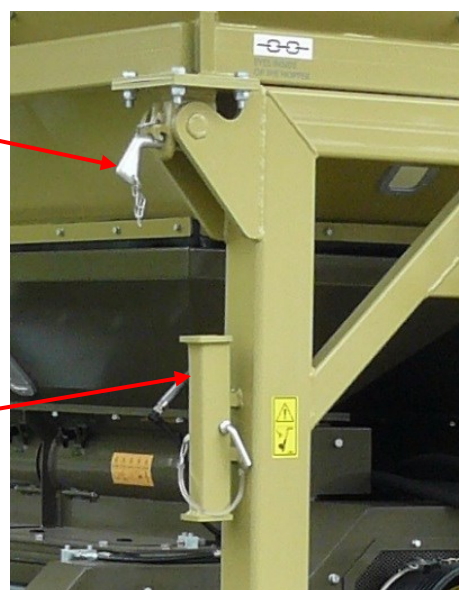
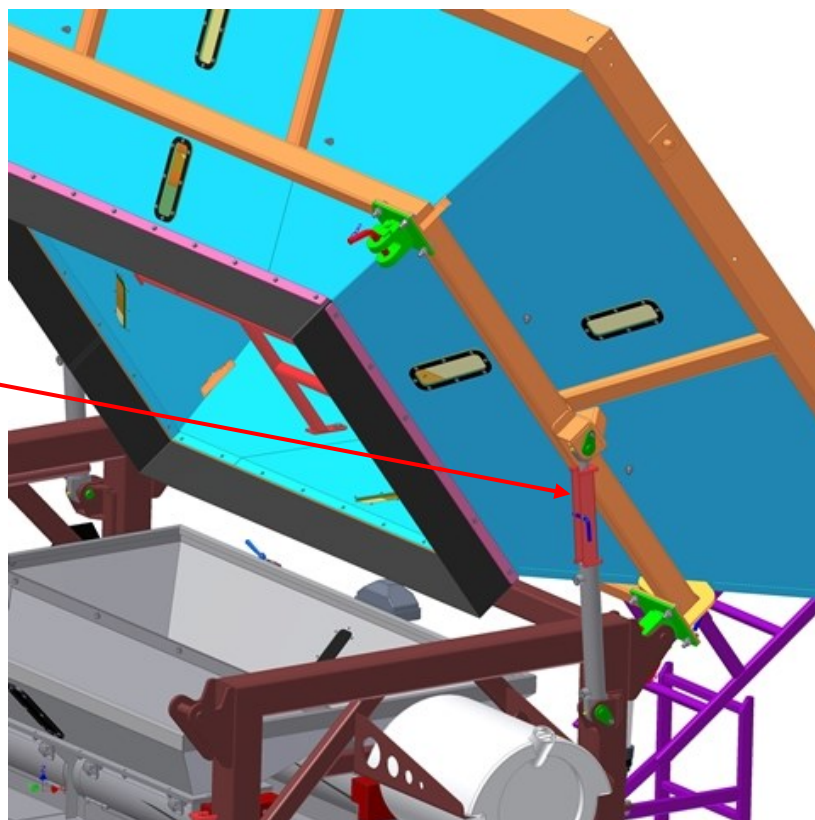
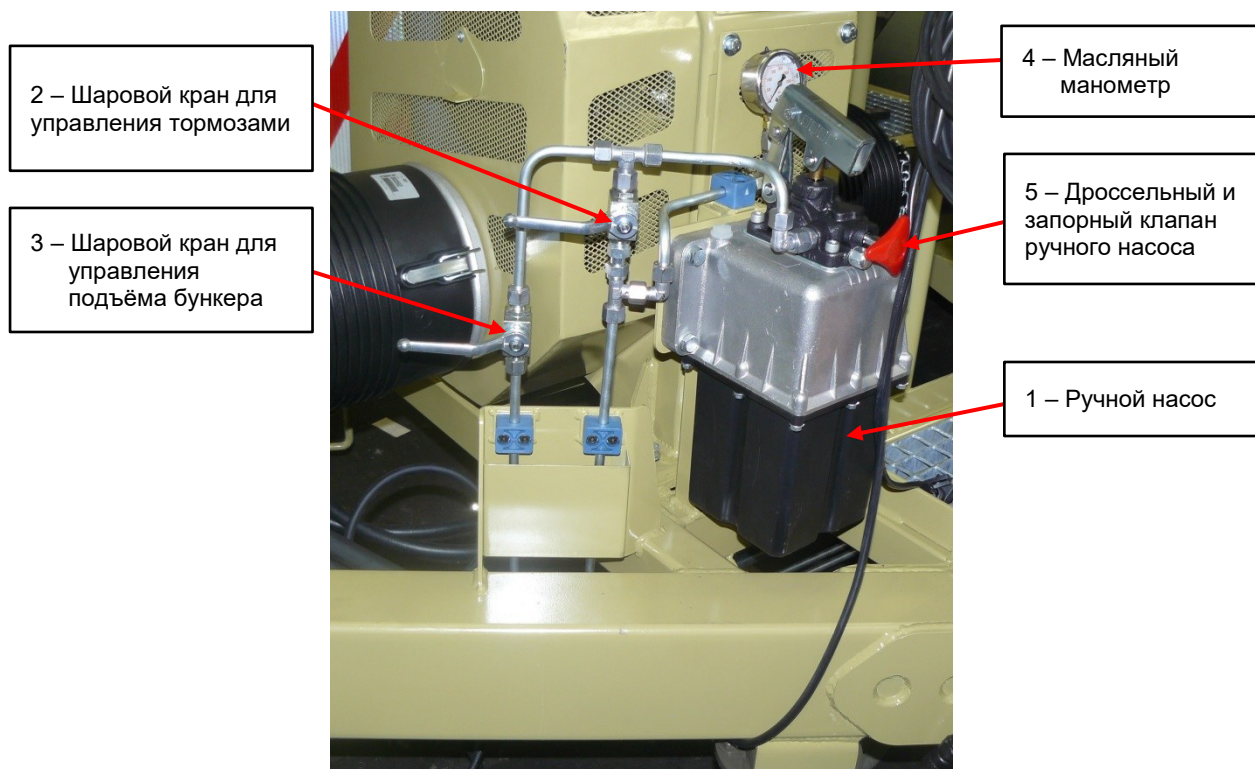

Рис. 12
Рис. 13
Рис. 17
Бункер установки может разгружаться на обе стороны с помощью гидравлических цилиндров, управляемых ручным насосом. Чтобы разблокировать бункер, необходимо извлечь два стопорных штифта (Рис. 12) со стороны, противоположной той, на которую планируется откидывать бункер и с помощью ручного насоса - Рис. 17 (1) наклонить бункер в нужную сторону. Схема и описание гидравлической системы изложены в разделе III, главе 8.
В том случае, если требуется поднять бункер, завинтите дроссельный клапан – Рис. 17 (5), откройте шаровой кран бункера – Рис. 17 (3) и закройте шаровой кран тормозов – Рис. 17 (2). Затем с помощью ручного насоса – Рис. 17 (1) поднимите бункер. Закройте шаровой кран бункера – Рис. 17 (3), чтобы избежать утечки давления из системы. В поднятом положении насадите на гидравлический цилиндр подъёма упор бункера и зафиксируйте его с помощью крепёжного пальца (Рис. 13).
В том случае, если требуется опустить бункер, завинтите дроссельный клапан – **Рис. 17 (5)**, откройте шаровой кран бункера – **Рис. 17 (3)** и закройте шаровой кран тормозов – **Рис. 17 (2)**. Затем с помощью ручного насоса – **Рис. 17 (1)** приподнимите бункер. Закройте шаровой кран бункера – **Рис. 17 (3)**. В поднятом положении снимите упор с гидравлического цилиндра подъема бункера (**Рис. 13**). Откройте шаровой кран бункера – **Рис. 17 (3)** и постепенным поворотом дроссельного клапана – **Рис. 17 (5)** бункер медленно опустите на раму шасси. Затем снова закройте шаровой кран подъема бункера – **Рис. 17 (3)**. Зафиксируйте бункер стопорными штифтами (**Рис. 12**) и уложите упор в кронштейн на установке.
В целях обеспечения безопасности после опрокидывания бункера его необходимо зафиксировать с помощью насаживания упора на гидравлический цилиндр подъема бункера (Рис. 13**). Упор насаживается на поршень гидравлического цилиндра и закрепляется с помощью пальца с чекой. Опрокидывание бункера можно выполнять только при полном останове установки, с выключенным двигателем трактора и только на ровной и прочной поверхности.**
Прессование в рукав создаёт давление, которое движет установку вперёд. С помощью гидравлической системы торможения моста установки (Рис. 17) создаётся сопротивление, которое обеспечивает оптимальную набивку рукава и максимальное вытеснение воздуха. Сопротивление движению можно плавно регулировать. Давление в гидравлической системе создаётся с помощью ручного насоса – Рис. 17 (1), регулируется с помощью дроссельного клапана на насосе – Рис. 17 (5), а запирается система с помощью шарового клапана – Рис. 17 (2). Актуальное значение давления в системе показывает масляный манометр – Рис. 17 (4).
В том случае, если требуется повысить давление, завинтите дроссельный клапан – Рис. 17 (5), откройте шаровой кран тормозов – Рис. 17 (2) и закройте шаровой кран бункера – Рис. 17 (3). После чего рычагом ручного насоса – Рис. 17 (1) подкачайте тормозную систему до требуемого давления. Давление зависит от текущей рабочей ситуации. Нормальным является рабочее давление до 16 Мпа (160 бар). Манометр, входящий в комплекте поставки, оснащён шкалой от 0 до 25 Мпа (0-250 бар). Затем закройте шаровой кран тормозов – Рис. 17 (2), чтобы избежать утечки давления из системы.
В том случае, если требуется снизить давление, откройте шаровой кран тормозов – Рис. 17 (2), медленно откручивайте дроссельный клапан ручного насоса – Рис. 17 (5) и постепенно снижайте давление в системе. После достижения желаемого значения закрутите дроссельный клапан – Рис. 17 (5) и закройте шаровой кран тормозов – Рис. 17 (2).